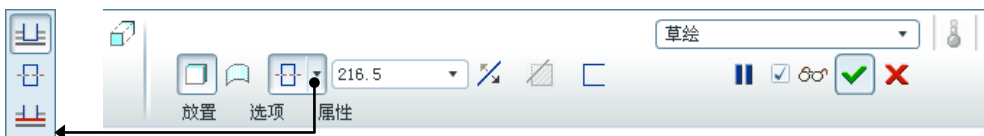

图 5.2.43 操控板
Step2. 选取深度类型并输入其深度值。在图 5.2.43 所示的操控板中, 选取深度类型  (即“对称拉伸”)。
说明: 如图 5.2.43 所示, 单击操控板中  按钮后的  按钮, 可以选取特征的拉伸深度类型, 各选项说明如下: